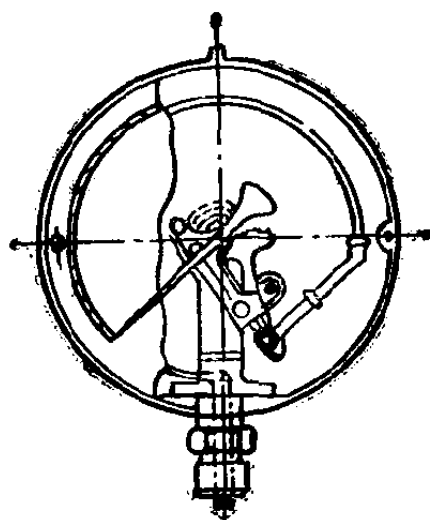

图1-6 管弹簧式压力计
2. 管弹簧压力计(见图1-6) 这种压力计是弹簧式压力计的一种，也是水暖方面广为采用的一种，俗称压力表。表内有一根截面呈扁圆形的金属管（弹簧管），弹簧管一端固定在插座上，与外部接头相通；另一端密封，并与连杆、扇形齿轮等连接，可以自由移动。当弹簧管受测量的压力作用时，弹簧管即变形，带动指针旋转，可测量出压力的大小。这种压力计坚固，对振动不敏感，安装时不需保持严格的水平。但用它测量蒸汽时，在压力计前应加装虹吸管（U形或